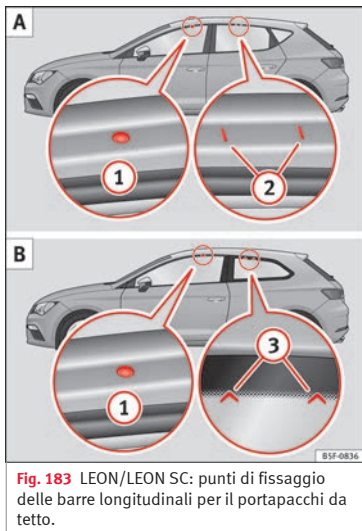

Fig. 183 LEON/LEON SC: punti di fissaggio delle barre longitudinali per il portapacchi da tetto.
I punti di fissaggio anteriori e posteriori (1) e (2) sono visibili soltanto se le porte sono aperte » **fig. 183 A**.
I punti di fissaggio anteriori (1) sono visibili soltanto se le porte sono aperte. I punti di fissaggio posteriori (3) sono contrassegnati sul bordo superiore del vetro laterale dalle frecce » **fig. 183 B**.